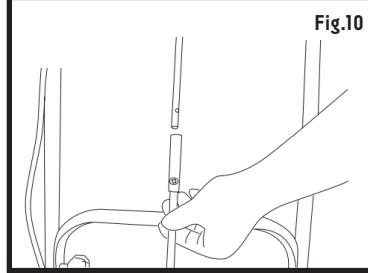

Fig.10
3. Faites glisser la partie supérieure dans la partie inférieure de la manivelle (fig.10).